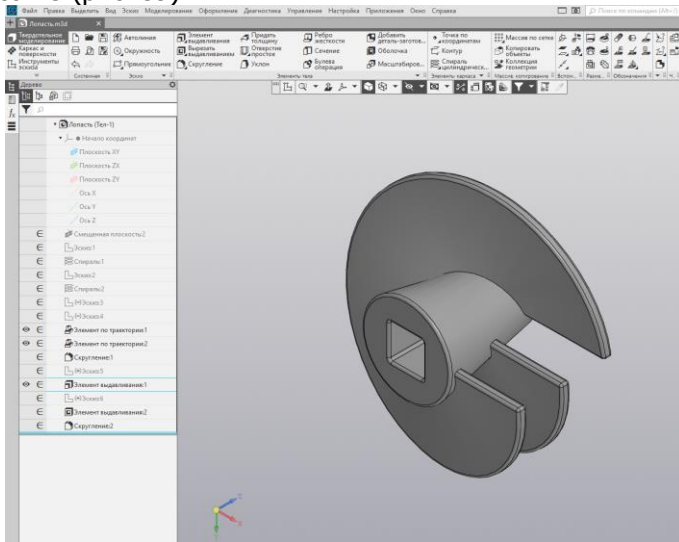

Рис. 59.
6) Выполните Скругление ребер построенной оси радиусом 5 (рис. 59).